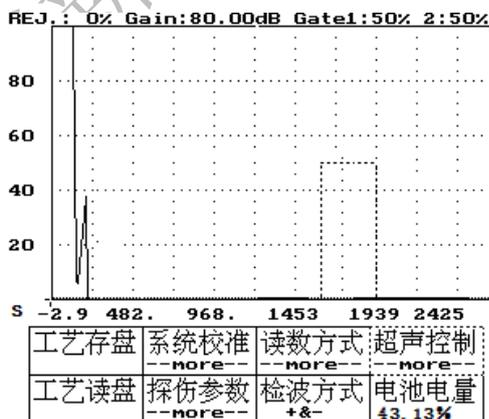

图 16-1
- 2、按方向键——将虚框移到超声控制功能，如图 16-1 所示。